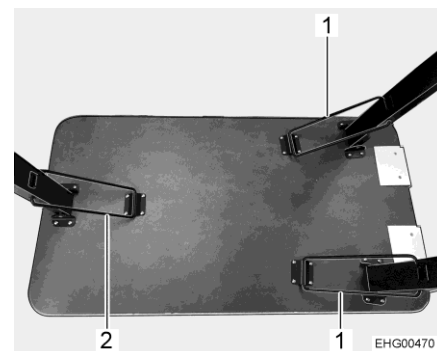

Bild 8 Bord (bordsben utfällt)
- Spärra bordsbenet med bygel (Bild 8,2).
- Spärra alla tre bordsbenen med bygel (Bild 8,1 och Bild 8,2).